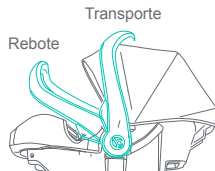

Fig. 27-1
**SOLO** use las posiciones **Rebote** o **Transporte** del asa en el vehículo. Utilice la **Posición de transporte** para niños de más de 22 libras o si los pies pueden tocar el asa (Fig. 27-1).